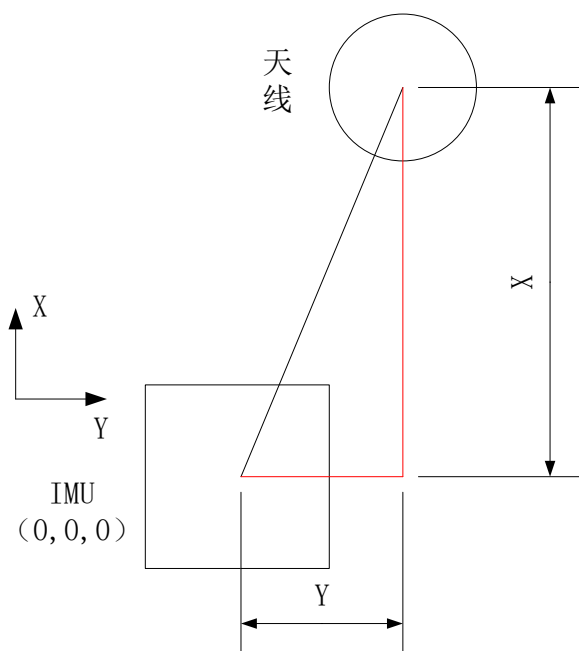

图 10 俯视图
2. Y 方向，测量 IMU 测量中心到天线相位中心在 Y 轴方向上的投影，如下图 10 俯视图所示：